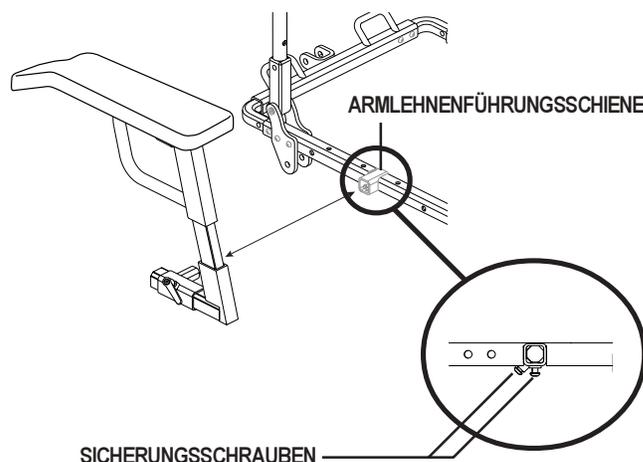

Abbildung 13. Einstellung des Armlehnenabstandes
1. Lösen Sie die Sicherungsschrauben, die sich auf dem Boden der Führungsschiene der Armlehne befinden. Siehe Abbildung 13.